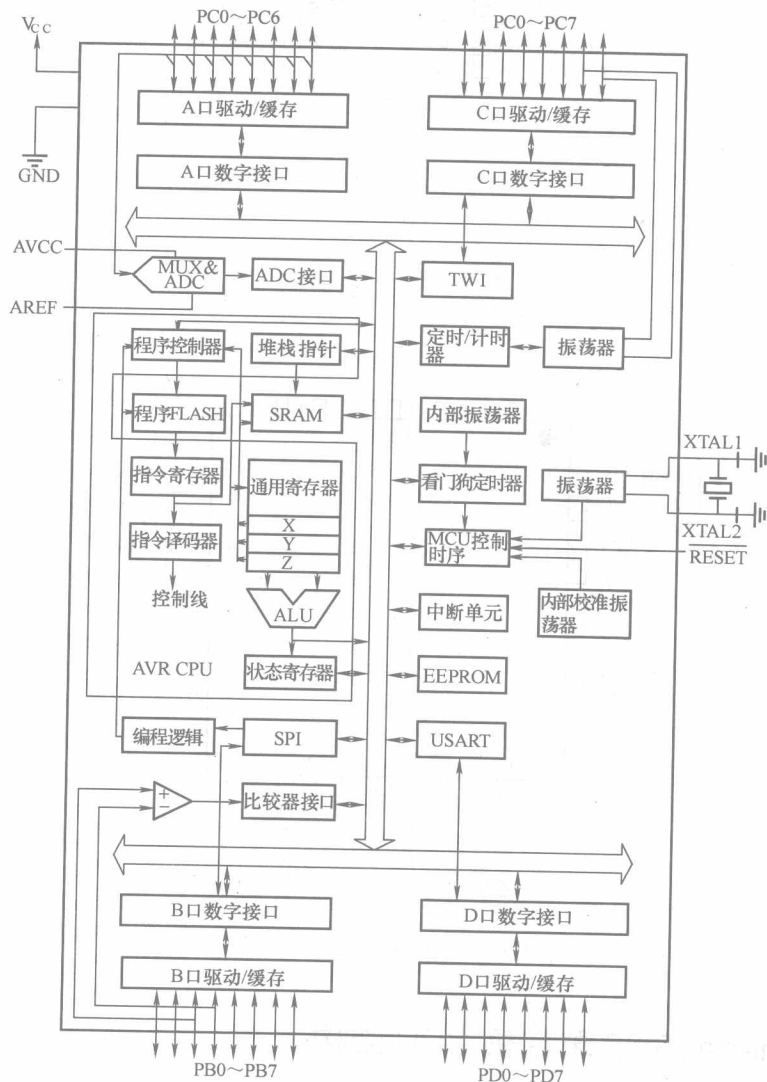

图 1-1 ATmega16/32 单片机结构框图
- ⑧工作电压。
- ⑨速度等级。
- ⑩ATmega16L, ATmega32L 在 1MHz, 3V, 25℃ 时的功耗。
(2) ATmega16/32 单片机的结构如图 1-1 所示。